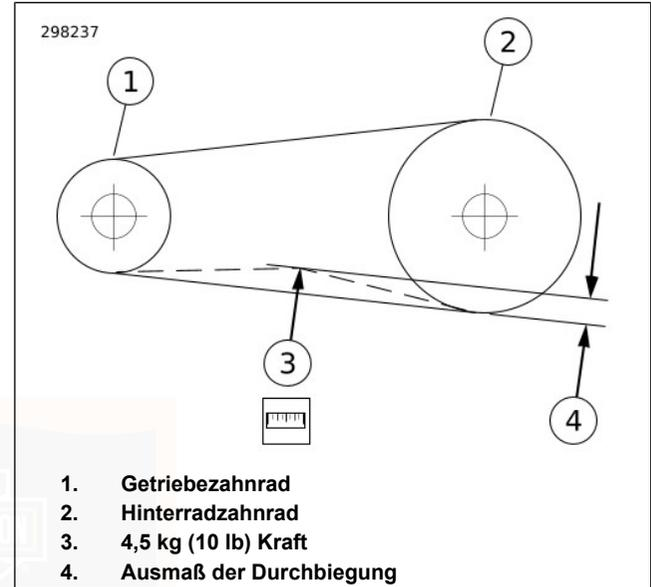

Abbildung 60. Riemendurchbiegung überprüfen
- b. **Alle anderen Modelle:** Siehe Abbildung 60. Bei stillgehaltenem Messgerät Riemendurchbiegung (4) messen.